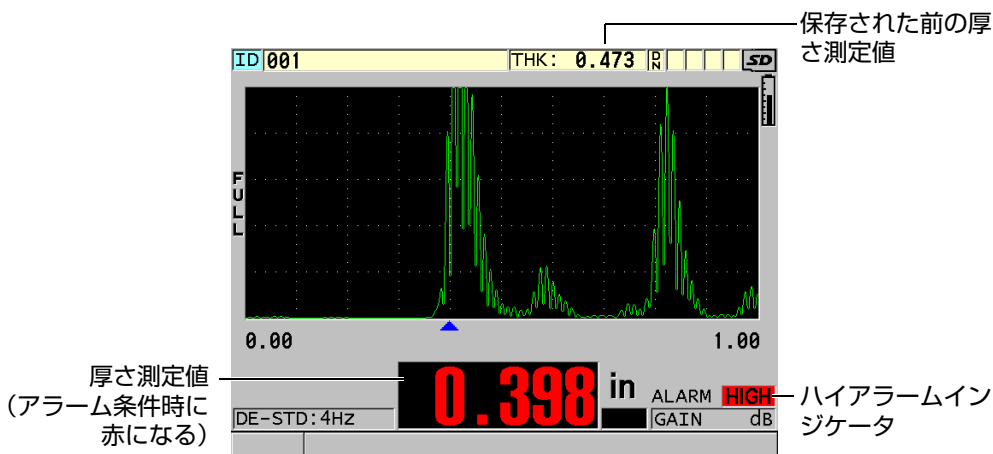

図 8-4 ハイアラームインジケータの例
- ・ ハイまたはローアラームインジケータが、測定画面の右下に赤い背景で点滅します（134 ページの図 8-4 を参照）。